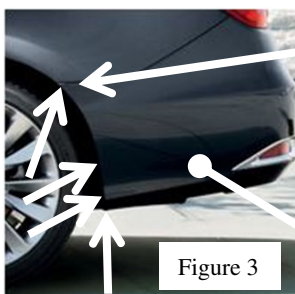

Figure 3
3. Remove (4) screws at the fascia to the wheel well. Both sides. One on the bottom of fascia two behind the wheel, and one straight up behind the bumper fascia to side panel connection points. See Figure 3. Due to vehicle variation, alternate or additional attachments might be unaccounted for, assure all fasteners are removed before removing fascia.
- Enlever quatre (4) vis sur le carénage au passage de roue. Des deux côtés. Une vis dans le bas du carénage, deux derrière la roue, et une directement en haut, derrière le carénage du pare-chocs aux points de connexion du panneau latéral. Voir la Figure 3. En raison des variantes d'un modèle de véhicule à l'autre, des fixations différentes ou supplémentaires sont peut-être ignorées ici, il faut donc s'assurer d'enlever toutes les fixations avant de retirer le carénage.